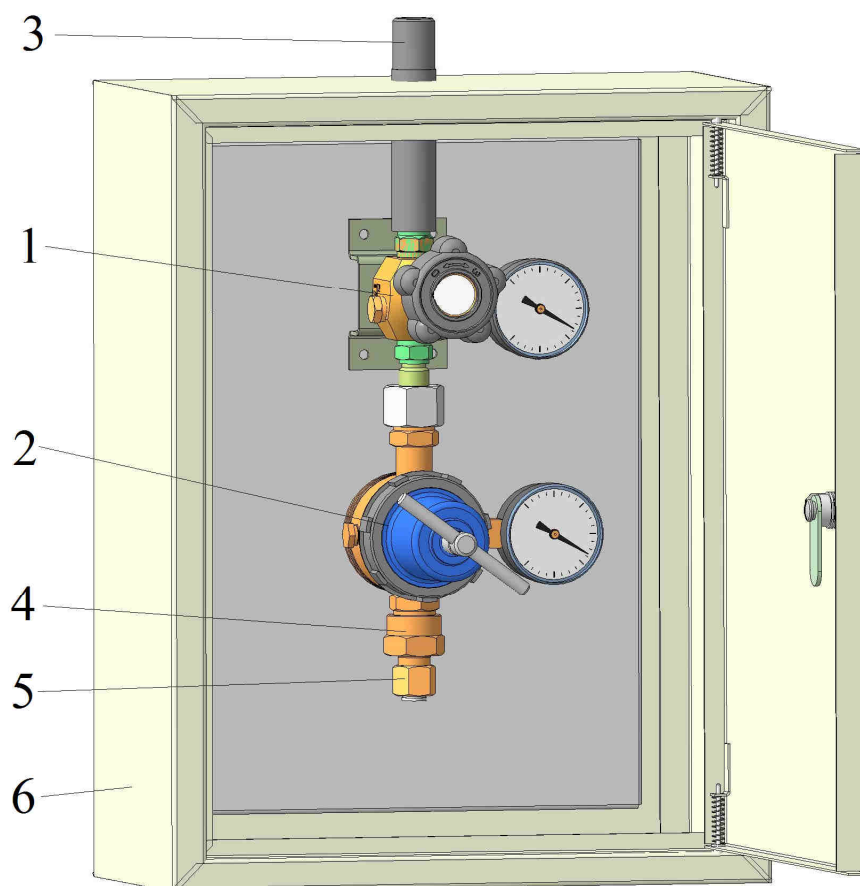

Рис.1 Пост газоразборный ПГК-10-100з
4.1 Внешний вид поста показан на рис. 1